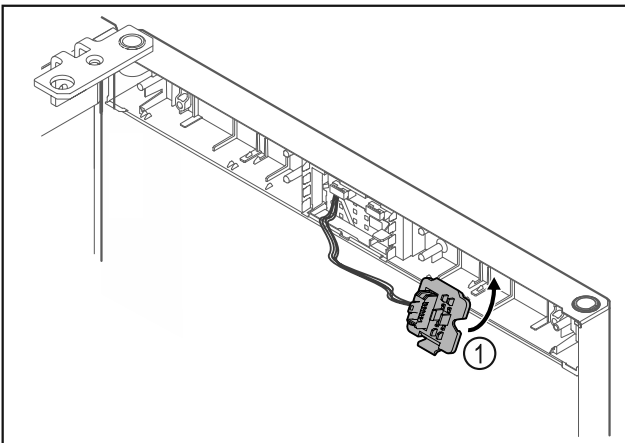

Fig. 24
- Accrocher le support de connecteur Fig. 24 (1) de l'autre côté.